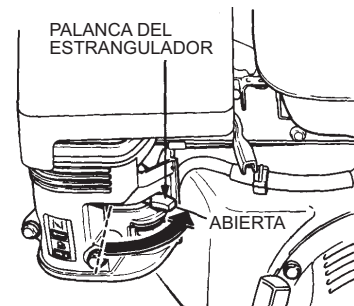

Figura 11. Palanca de estrangulación del motor (abierta)
4. Coloque la palanca del estrangulador (Vea la Figura 11) en la posición **ABIERTA** si se arranca un motor caliente o si la temperatura es caliente.